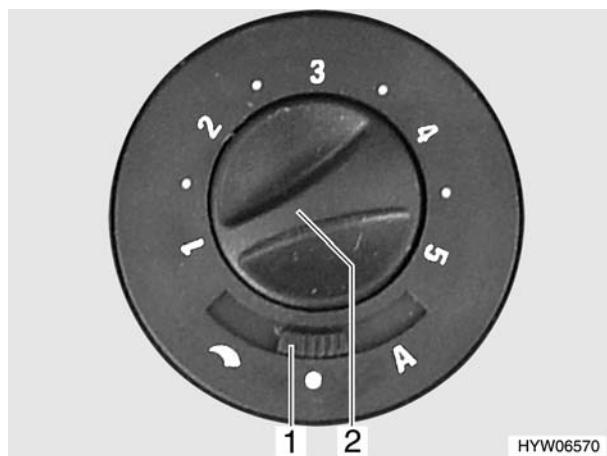
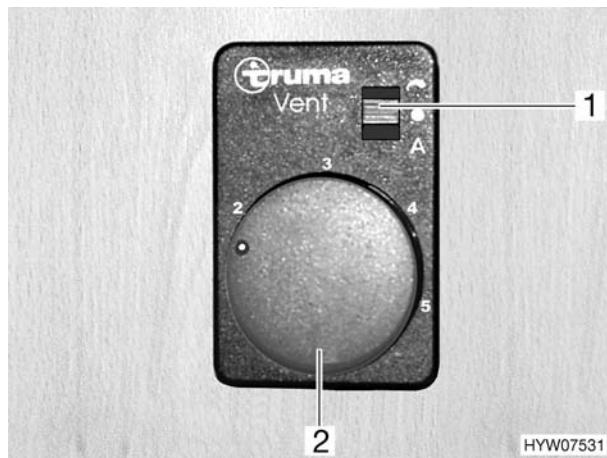

Fig. 77 Interruttore di comando per la ventola di ricircolo dell'aria (variante 1)
Fig. 78 Interruttore di comando per la ventola di ricircolo dell'aria (variante 2)
- Impostare la modalità di funzionamento desiderata tramite l'interruttore a scorriamento (Fig. 77,1 o Fig. 78,1).
- Nella regolazione manuale impostare con il pomello girevole (Fig. 77,2 o Fig. 78,2) la potenza desiderata della valvola di ricircolo dell'aria.